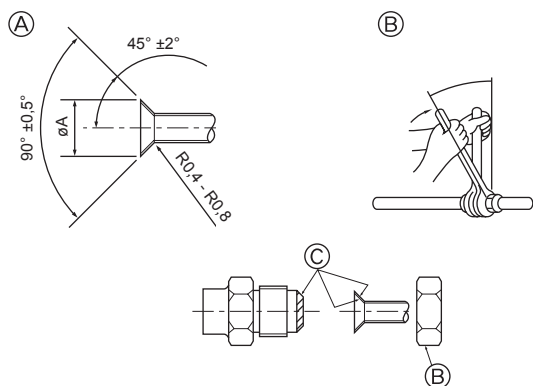

Fig. 3-2
3.2. Connexion des tuyaux (Fig. 3-2)